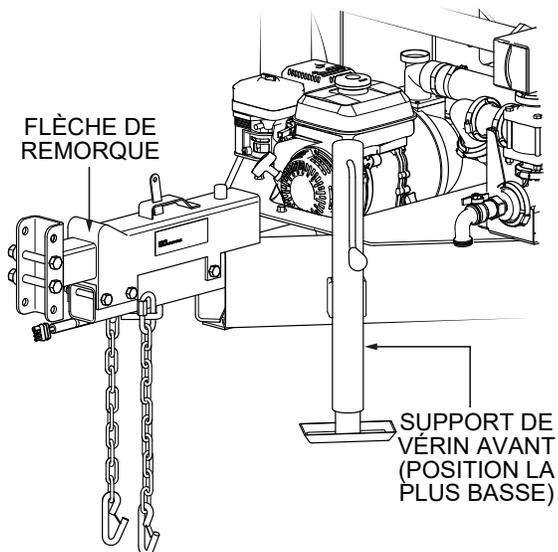

Figure 25. Abaissement de la flèche de la remorque
- Une fois que l'eau semble avoir été entièrement évacuée, abaissez la flèche avant de la remorque en abaissant le support avant à la position la plus basse (Figure 25).